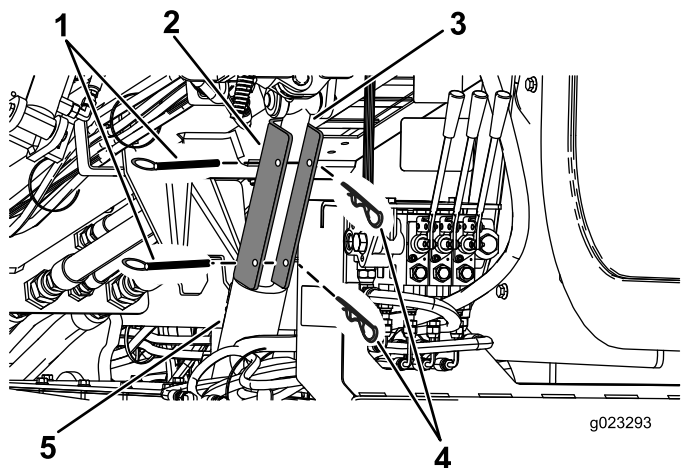

Bild 73
4. Positionieren Sie das Zylinderschloss über der Zylinderstange (Bild 73).
5. Befestigen Sie das Zylinderschloss mit dem Splint und dem Lastösenbolzen (Bild 73).
4. Entfernen Sie den Splint und den Lastösenbolzen, mit denen das Zylinderschloss befestigt ist (Bild 73).